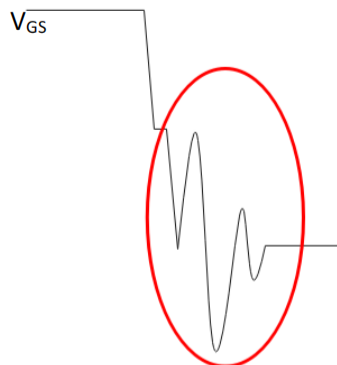

图7-10栅极振铃现象
1) 栅极信号振铃，导致 MOS 损坏（如图 7-10所示）；